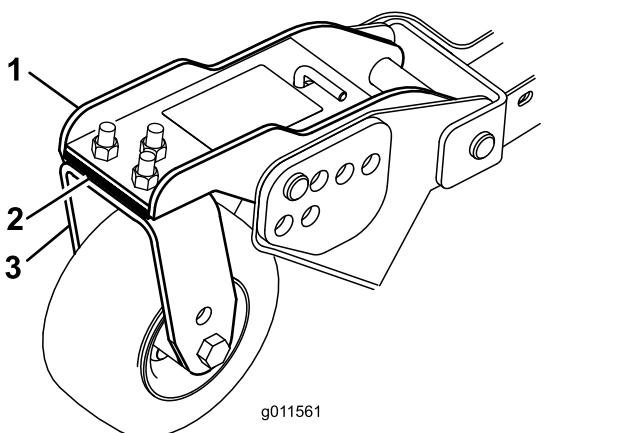

Figura 31
Girate la lama su ciascun fusello fino a disporla in parallelo con la lunghezza della macchina. Misurate dal suolo alla punta anteriore del tagliente. Regolate gli spessori di 3 mm sulla forcella (o forcelle) della ruota orientabile anteriore, finché l'altezza di taglio non corrisponde al valore riportato sull'adesivo (Figura 31). Unicamente per il fusello della lama esterna fate riferimento alla procedura in Regolazione del passo dell'apparato di taglio.
- Se il bordo interno dell'apparato di taglio laterale è troppo alto rispetto al bordo esterno dell'apparato di taglio anteriore, togliete uno spessore di 3 mm dalla base del braccio della ruota orientabile interna dell'apparato di taglio laterale (Figura 31). Controllate di nuovo la misura tra i bordi esterni di entrambi gli apparati di taglio ed il bordo interno dell'apparato di taglio laterale rispetto al bordo esterno dell'apparato anteriore.